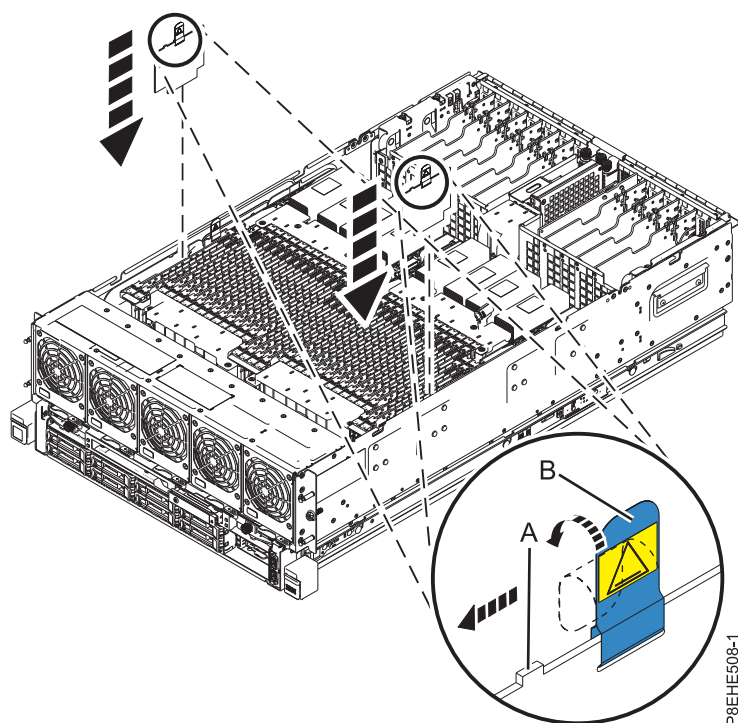

Figure 1. Installation du régulateur de tension de mémoire
- a. Placez le régulateur de tension de mémoire dans le connecteur du fond de panier système, comme illustré dans la figure 1.